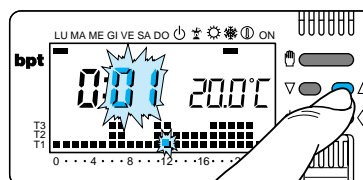

Fig. 14
3.3 - Premere il pulsante ∇ oppure Δ fino a raggiungere il valore esatto dei minuti (fig.14).